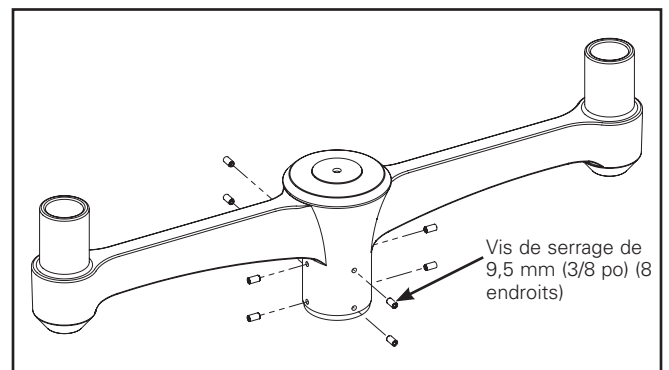

Figure 3.
6. Serrez les huit (8) vis de serrage de 3/8-16 (fournies) à un couple de 20,3 Nm (180 po-lb). (Figure 3.)